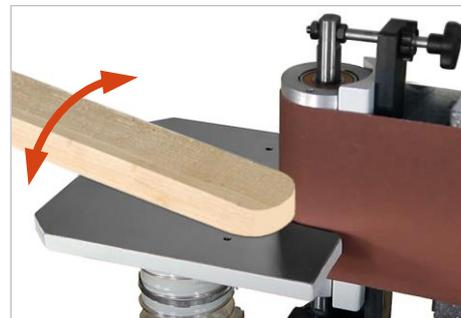

Abbildung 40: Außenradius schleifen
- Werkstück mit beiden Händen gut festhalten, an die rechte Seite der Schleifrolle (in Laufrichtung) heranführen und durch Andrücken und schwingendes Hin- und Herbewegen bis zum gewünschten Ergebnis rundschleifen (siehe ⇒ Abbildung 40).